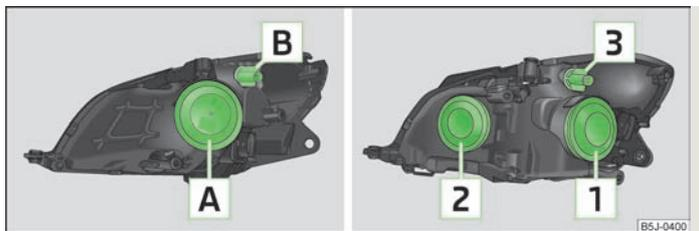

Fig. 143 Disposizione delle luci: Fari alogeni / proiettori alogeni
- ▶ Estrarre la copertura in gomma **A** » fig. 143.
- ▶ Estrarre la copertura in gomma **1** » fig. 143.
- Estrarre la copertura in gomma **[2]** » fig. 143.
- Ruotare il portalamпада **[B]** o il portalamпада» fig. 143 **[3]** sino all'arresto in **senso antiorario** e quindi estrarre assieme alla lampada dell'indicatore di direzione.
- Estrarre la copertura in gomma **[A]** » fig. 143 oppure **[2]**.